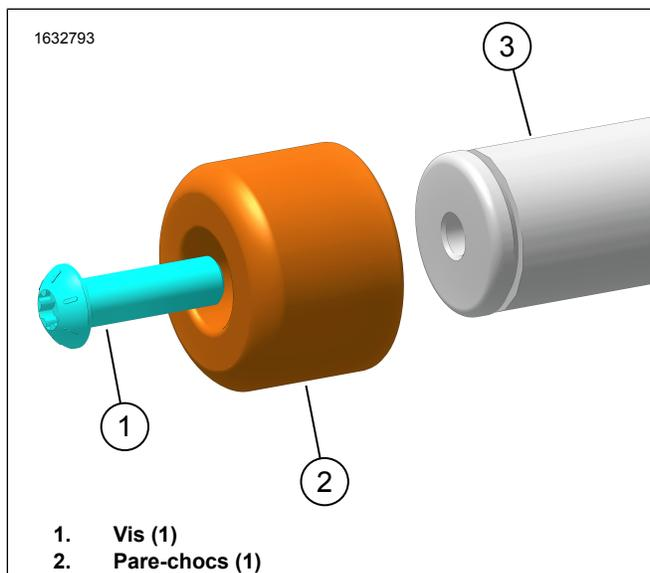

Figure 5. Remplacement du pare-chocs
1. Voir la Figure 5. Retirer et jeter la vis (1) et le pare-chocs (2).
2. Installer le pare-chocs (2).
3. Installez les vis (1). Serrer.